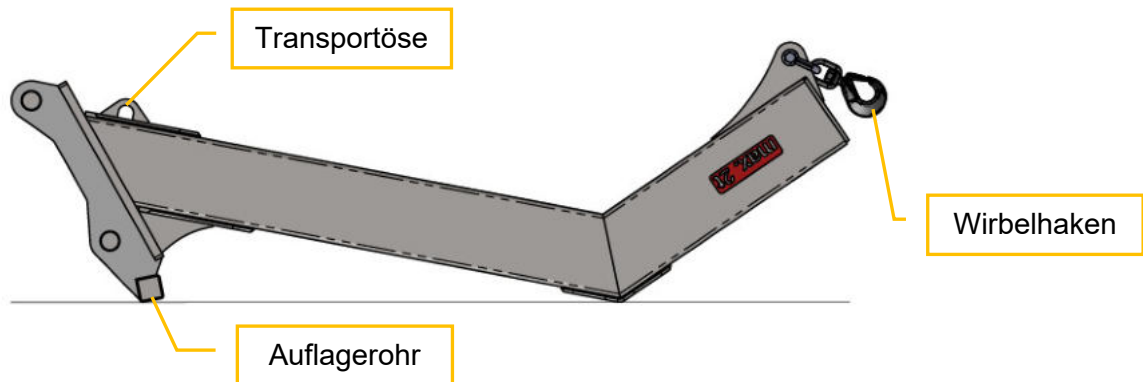

Abb. 5-1: Transportöse und Auflagerohr
- ▶ Beim Abladen und/oder Transportieren des Lastarms mit einem Trägergerät (Bagger/Kran) müssen Sie den Lastarm an den dafür zulässigen Transportösen an der Aufnahme (Abb. 5-1) mit einem dafür geeigneten und zugelassenen Hebemittel anschlagen.
- ▶ Setzen Sie den Lastarm nach dem Abladen, wie in Abb. 5-1 gezeigt, auf ebenem und festem Untergrund mit ausreichender Tragkraft standsicher ab.
- Setzen Sie den Lastarm nach dem Abladen, wie in Abb. 5-1 gezeigt, auf ebenem und festem Untergrund mit ausreichender Tragkraft standsicher ab und sichern Sie ihn gegen Umkippen oder Wegrutschen.